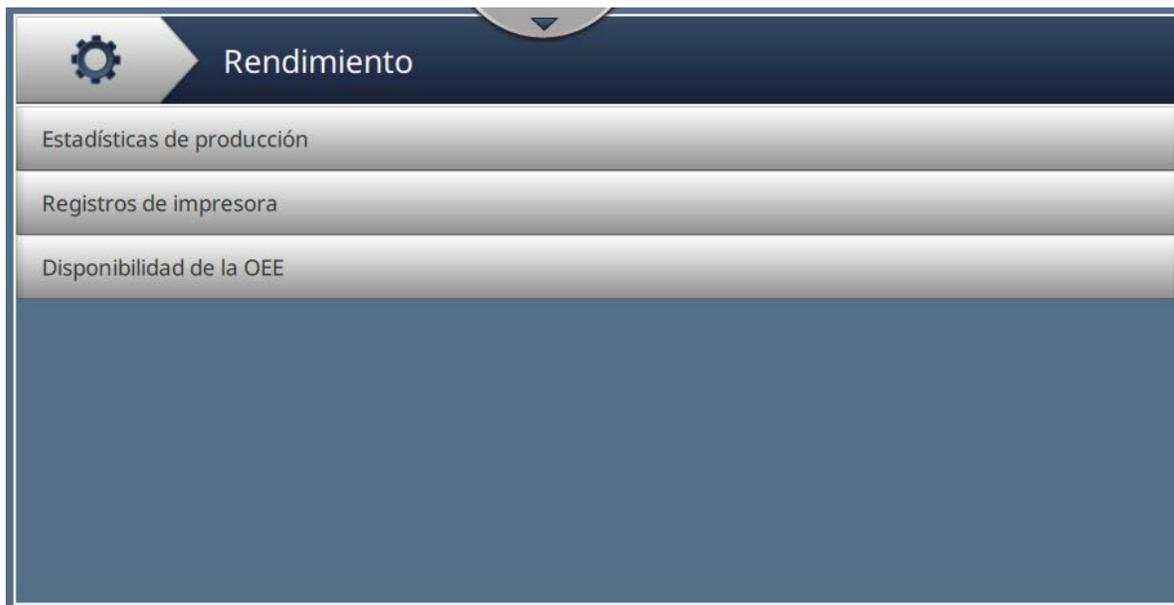

Figura 6-3: Pantalla Rendimiento
1. Pulse el botón  de la pantalla Herramientas. Se abrirá la pantalla Rendimiento, como se muestra en la Figura 6-3.